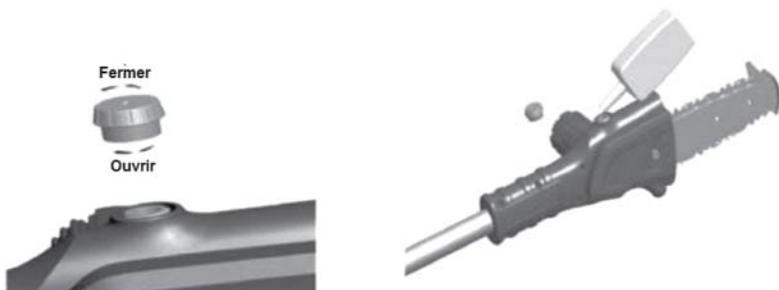

Fig.6
5. Verser l'huile dans le réservoir de l'élagueuse. (IMPORTANT: Pour remplir, vous devez dévisser le bouchon. Le revisser après.) (voir fig.6)